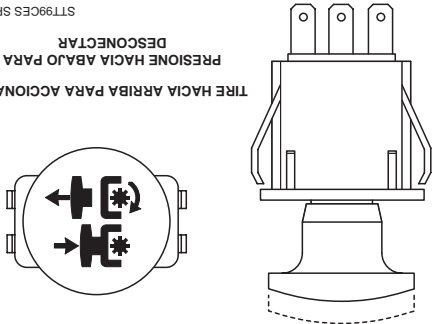

Figura 4-3 Interruptor de accionamiento del cortador
2. Accione la transmisión de plataforma tirando del interruptor amarillo, ubicado en el panel de instrumentos, (Figura 4-3) a la posición accionada.